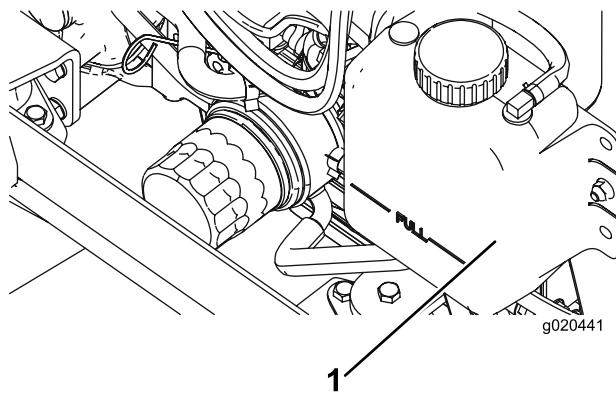

Figura 94
1. Retire cuidadosamente a tampa do radiador e a tampa do depósito de expansão (Figura 94).